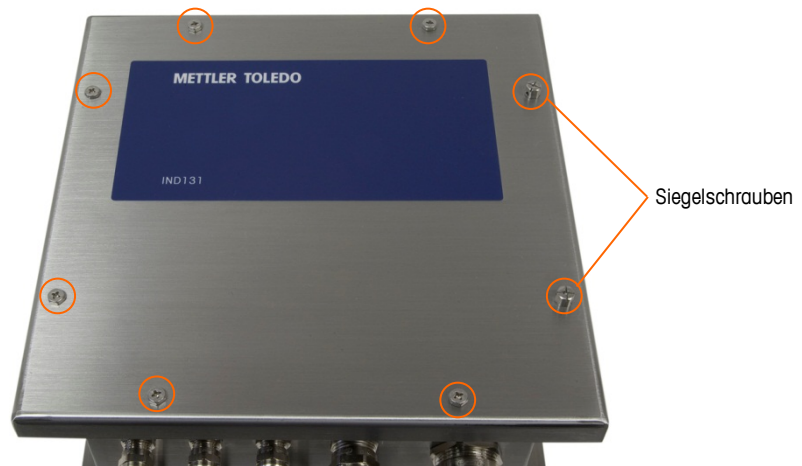

Abbildung 2-3: Schrauben des Abzweigkastengehäuses, Aktualisiert
Die vordere Abdeckung des aktualisierte Abzweigkastengehäuses ist mit acht (8) Schrauben befestigt (siehe Abbildung 2-3). Alle acht Schrauben müssen zum Öffnen des Gehäuses herausgedreht werden.